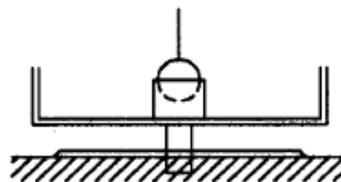

Fig. 8 Ajustage horizontal
- Placez le cylindre d'ajustage sur le dispositif de mesure et insérez la bille dans ce dernier (voir fig. 8).